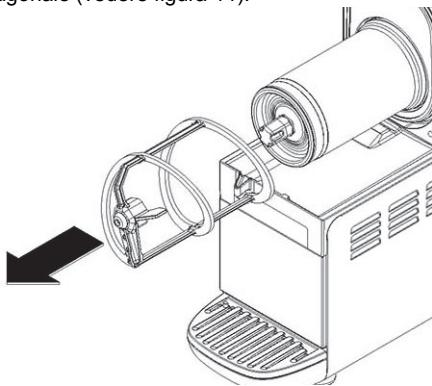
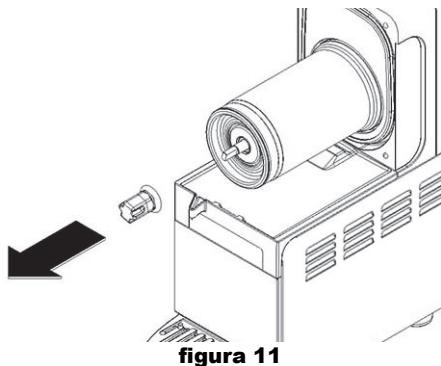

figura 10
figura 11
- 5** Sfilare dall'evaporatore la spirale esterna (vedere figura 10) e successivamente il giunto esagonale (vedere figura 11).